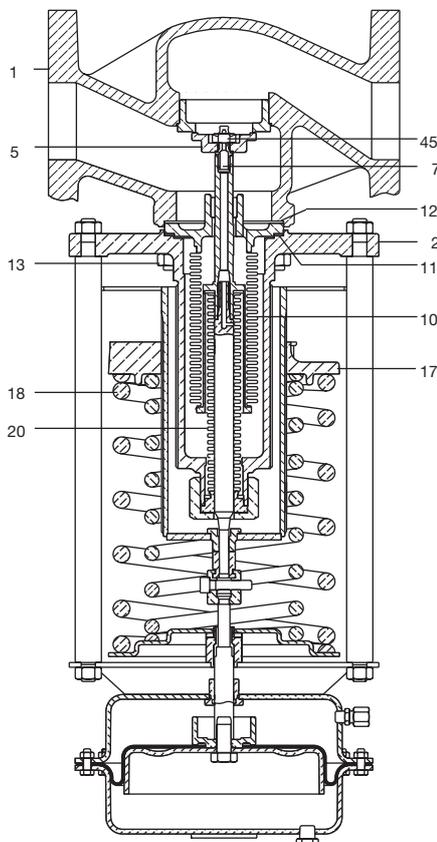

Bild 12: DN65 - DN100
- Kontermutter (25) und Justiermutter (28) entfernen.
- Überwurfmutter (22) entfernen und Abdichtungsbalg (20) abschrauben.
- Abdichtungsbalg (20) vom Entlastungsbalg (10) abschrauben und mit der Dichtung (21) entfernen.
- **DEP4, DN65 - DN100:** Bei diesen Ventil-Typen wird zum Abdichtungsbalg zusätzlich eine Klammernauflegeplatte (55) und eine Dichtung (56) verwendet.
- **Hinweis:** Beim DEP7, in den Nennweiten DN25-DN50 ist unbedingt zu kontrollieren, ob das Verbindungsstück (23) mit dem Drehmoment, wie im Abschnitt 4.2 empfohlen, angezogen wurde.
- Graphitpaste auf das Gewinde des Abdichtungsbalgs (20) auftragen, mit dem dieser mit dem Entlastungsbalg (10) verbunden wird.
- Jetzt kann mit dem Zusammenbau von Abdichtungsbalg und Entlastungsbalg begonnen werden. Es ist sicher zu stellen, dass die Dichtung (21) verwendet wird. Die Überwurfmutter (22) ist mit dem empfohlenen Drehmoment anzuziehen, siehe Abschnitt 4.2.
- Kontermutter (25) und Justiermutter (28) lockern und maximalen Ventilhub einstellen, siehe Abschnitt 4.3.1.
4.4.4 Entlastungsbalg (10) erneuern (siehe Bild 12)